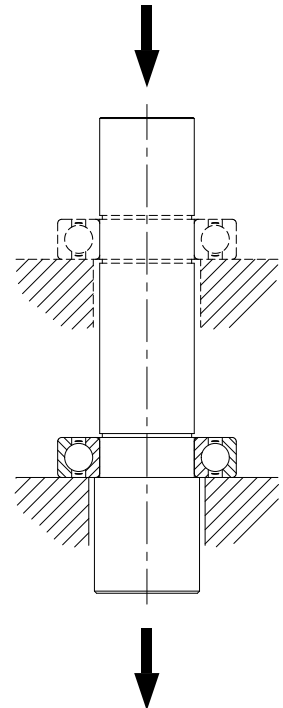

Figura 8.1
- Desmontar la hélice marina (02) del eje, para ello, sacar los espárragos allen (55) de la hélice.
- Sacar el eje del agitador (05) destornillando los espárragos allen (55A).
- Quitar los tornillos hexagonales (52) y las arandelas planas (53), y retirar el motor (93).
- Quitar los tornillos avellanados (50). Con la ayuda de un martillo de nylon golpear en el extremo superior del semieje del cabezal (26) y sacar el conjunto formado por el semieje del cabezal (26), el rodamiento de bolas (70), la placa base (42), el retén (88) y el anillo tope rodamiento (31).
- Una vez en el exterior del cabezal, extraer la placa base (42) del semieje y con la ayuda de una maza de nylon sacar el retén (88).
- Con unos alicates adecuados soltar el anillo elástico (66) y mediante una prensa sacar el rodamiento de bolas (70). Ver figura 8.1
- En la hélice de diente de sierra, sacar el tornillo hexagonal (52A). Una vez extraído éste, saldrá el cubo hélice (02A) con los pivotes de arrastre (02C), la hélice de dientes de sierra (02) y las arandelas (02B).
- Extraer los tornillos avellanados (50). Con la ayuda de un martillo de nylon golpear en el extremo superior del eje del agitador (05) y sacar el conjunto formado por el eje del agitador (05), los rodamientos de bolas (70, 70A), la placa base (42), el retén (88) y el anillo tope rodamiento (31).
- Una vez en el exterior del cabezal, extraer la placa base (42) del eje del agitador (05) y con una maza de nylon sacar el retén (88).
- Soltar el anillo elástico (66) del rodamiento de bolas superior (70A) y con la ayuda de una prensa sacar dicho rodamiento. A continuación sacar los demás anillos elásticos (66) y proceder a extraer mediante una prensa el rodamiento de bolas inferior (70). Ver figura 8.1